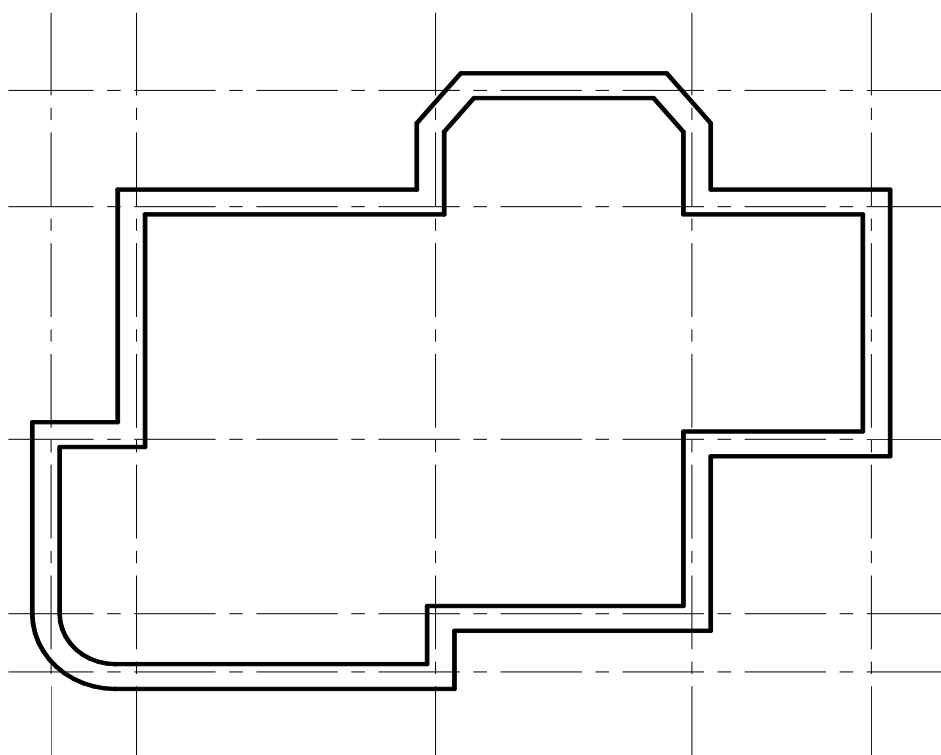

Рисунок 42 – Вычерчивание наружных стен
- 4 Вспомогательный контур наружных стен удалить (рис. 42).